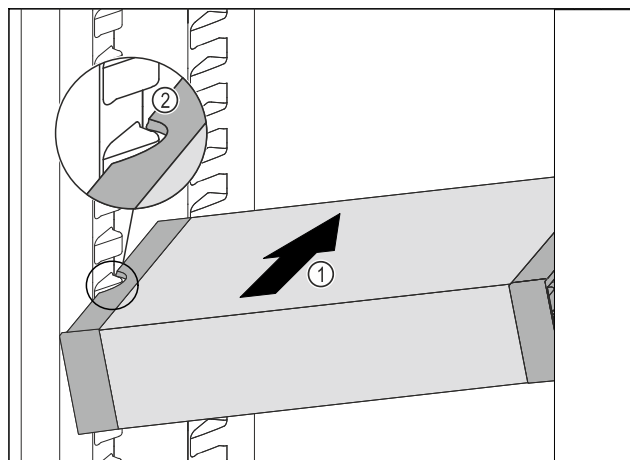

Fig. 98
- Introduzca el VarioSafe en posición oblicua en el compartimiento del frigorífico *Fig. 98 (1)* hasta que los huecos laterales *Fig. 98 (2)* del VarioSafe se encuentren a la altura de la nervadura del recipiente en el compartimento frigorífico.